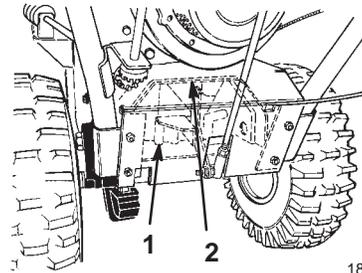

**Bild 34**
7. Überprüfen Sie den Durchhang der Kette, indem Sie sie in der Mitte mit mittlerem Druck anheben. Der Durchhang sollte 3 bis 10 mm betragen (Bild 34).